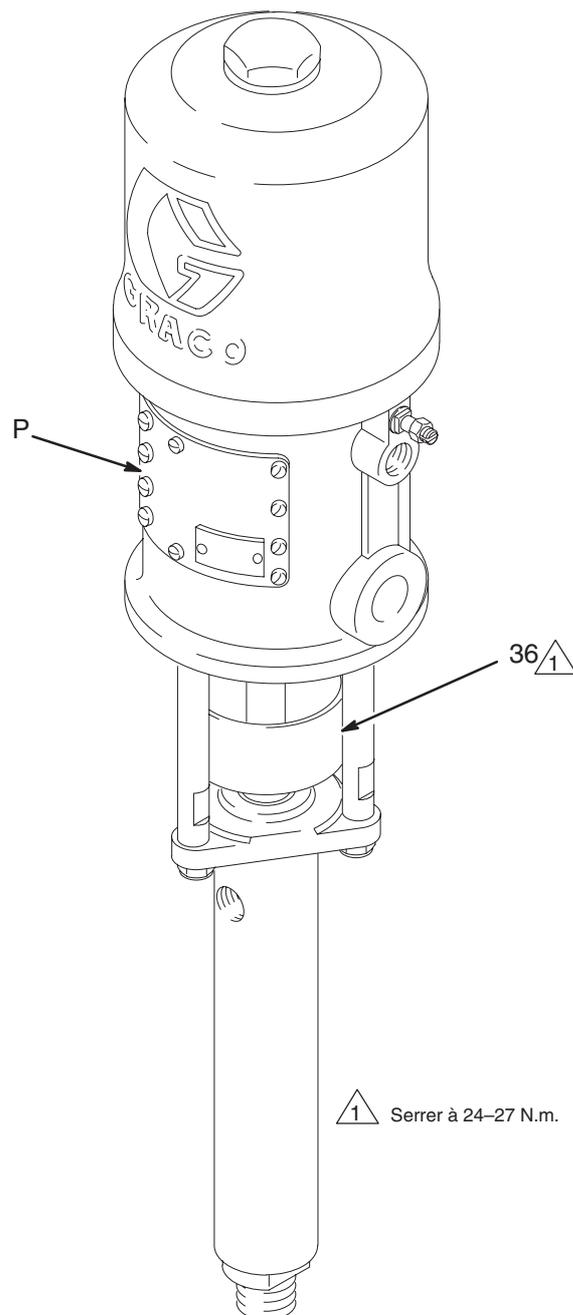

Fig. 3
Ne pas mettre en marche si le capot moteur n'est pas remonté (P, Fig. 3) sous peine de risquer de se pincer ou d'avoir les doigts ou la main sectionnés. Voir la rubrique **DANGERS DUS AUX PIÈCES EN MOUVEMENT**, page 3.
Maintenir l'écrou/coupelle de presse-étoupe (36) rempli de liquide d'étanchéité Graco TSL ou d'un solvant compatible pour prolonger la durée de vie des joints. Voir Fig. 3.